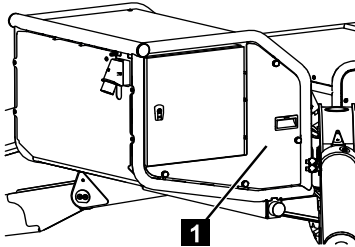

Fig. 176
2. Dévisser le capot (Fig.176/1).